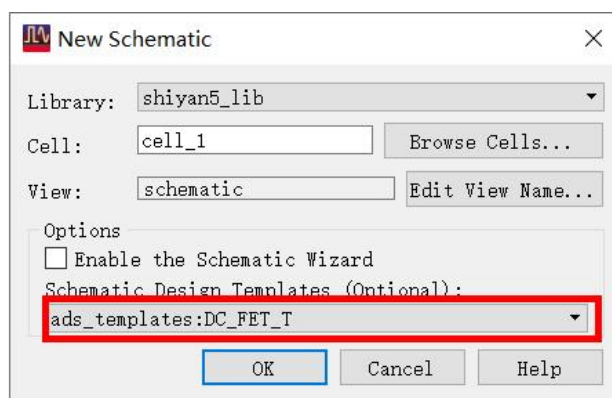

图 5.4
(1) 新建一个原理图，在“Schematic Design templates”选择“ads_template:DC_FET_T”(图5.4)